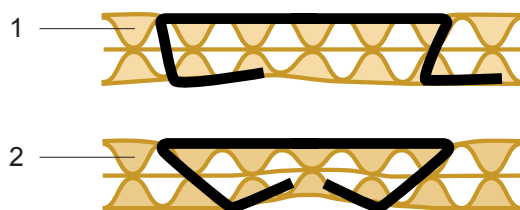

Fig. 13
Planhäftaren är noggrant testad före leveransen. P.g.a hantering under transporten kan häfthuvudets läge förändras och en finjustering av städet behövas. Se (Fig. 13/1) som visar en defekt klamring.
- Gör en test genom att klamra i en kartong. En klamring med korrekt justerat städ visas i (Fig. 13/2).
3. Demontera de fyra skruvarna (Fig 13/1) och demontera de drivande delarna från klammerbanan.
4. Tag bort skruv (Fig 13/2) som håller de drivande delarna på plats.